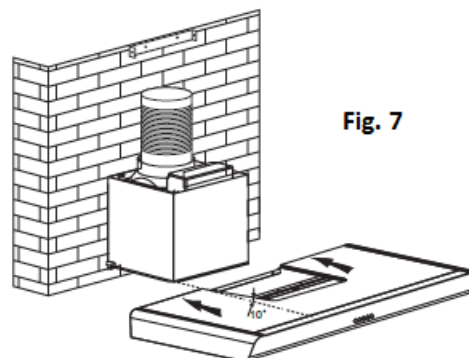

Fig. 7
- Segure o corpo do exaustor e faça deslizar o bloco do motor (fig. 7); de seguida fixe com os 5 parafusos (imagem 8).